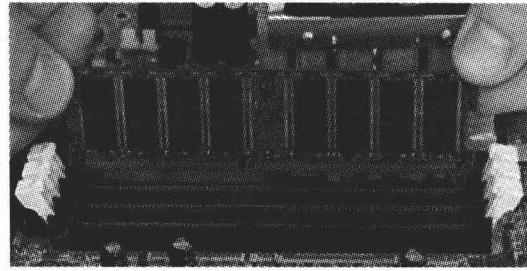

图 1.20 安装内存
(3) 安装内存。扳开插槽两侧卡子，对照内存条金手指的缺口与插槽上的凸起，确认内存条的插入方向。安装时把内存条对准插槽，均匀用力插到底即可，插槽两端的卡子会自动卡住内存条。注意：虽然安装简单，但不要大意，要小心不要太用力，以免折断或者挤歪针脚，如图 1.20 所示。